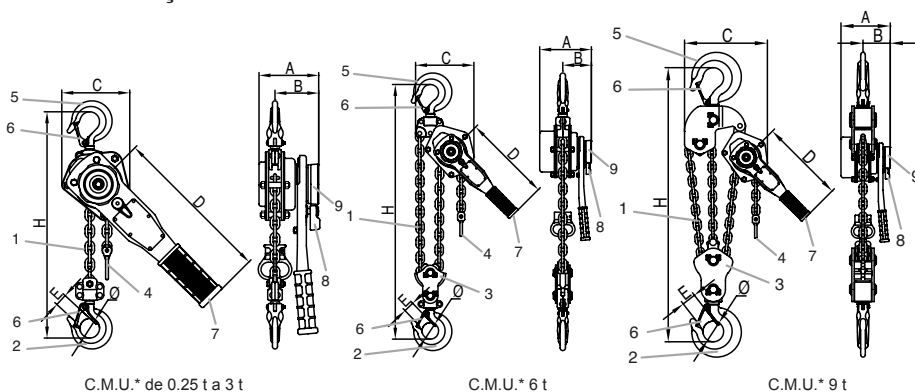

Fig. 1
A talha bravo™ é fornecida equipada com uma corrente de elevação (item 1, fig. 1) com uma altura standard de elevação de 1.50 m. A corrente de elevação dos modelos 0.5 t a 3 t é constituída por um único troço tendo na extremidade um gancho de elevação (item 2, fig. 1). A corrente de elevação do modelo 6 t é constituída por dois troços de elevação e um gancho de elevação com cadernal (item 3, fig. 1).
A extremidade livre da corrente está equipada com um batente de fim de curso inferior (item 4, fig. 1).
1. Verificar se a talha bravo™ está correctamente suspensa no gancho de suspensão (item 5, fig. 1) e se o linguete de segurança do gancho (item 6, fig. 1) está bem fechado (ver fig. 2 e 3).
A talha bravo™ é manobrada por meio de uma alavanca (item 7, fig. 1), accionada pelo operador em movimento de vaivém para elevar ou descer uma carga, puxar ou aplicar uma tensão.
2. Colocar o manípulo do selector (item 8, fig. 1) de movimento na posição neutro «0».
3. Sem carga, fazer rodar o volante (item 9, fig. 1) no sentido contrário dos ponteiros de um relógio para abrir o travão. A corrente fica livre.